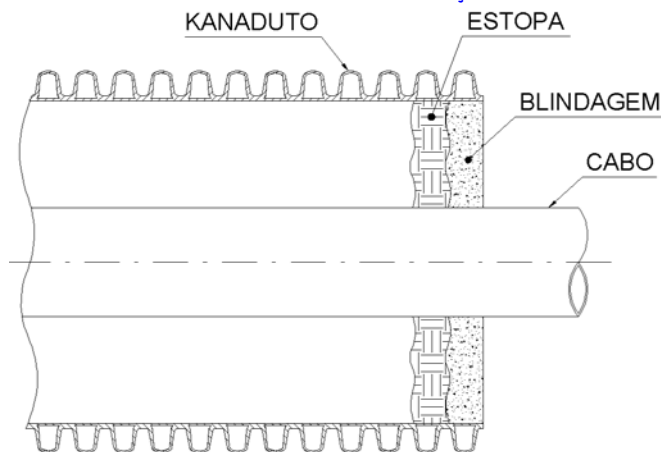

Figura 24
- b) Preencher o espaço compreendido entre o cabo e o duto com uma camada de estopa, formando um anteparo, impedindo desta forma que o material aplicado posteriormente penetre para o interior do duto (Figura 24).